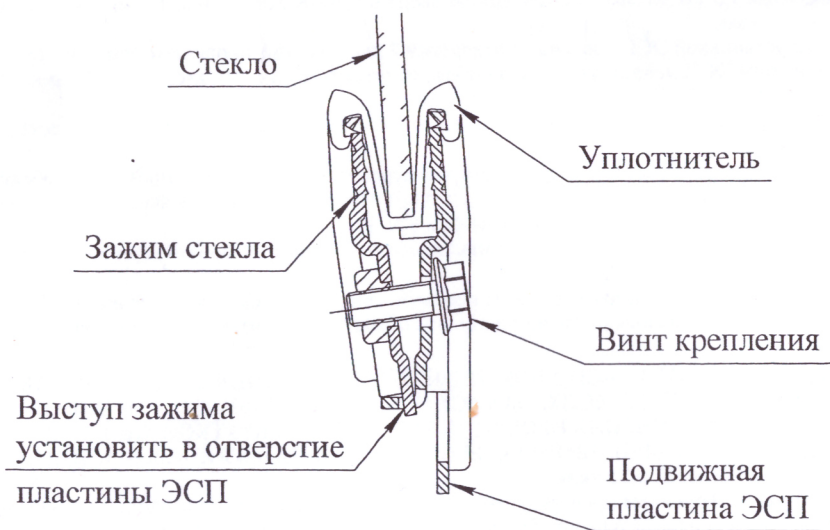

Рис.3
6.11 Через отверстия в стойках дверей и дверях, через кабельные вводы, протянуть кабели от электродвигателей к переключателям. Подключить кабели от электродвигателей в соответствии со схемой подключения и установить переключатели с рамками (см. рис.3).